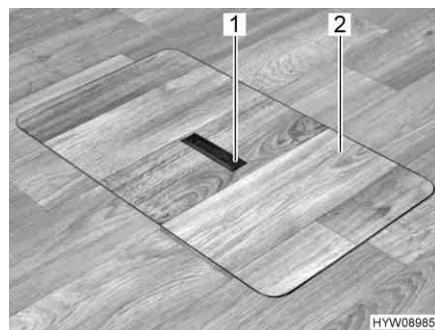
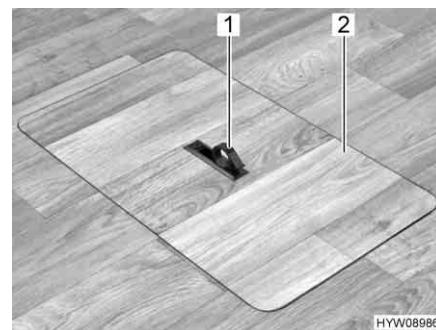

Fig. 69 Copertura vano pavimento (maniglia abbassata)
Fig. 70 Copertura vano pavimento (maniglia estratta)
- Spingere la piastra di presa (Fig. 69,1) verso il basso da un lato. La maniglia (Fig. 70,1) viene ruotata verso l'alto.
- Alzare la copertura (Fig. 70,2).
- Collegare la copertura (Fig. 70,2) nell'intelaiatura presente sul fondo.